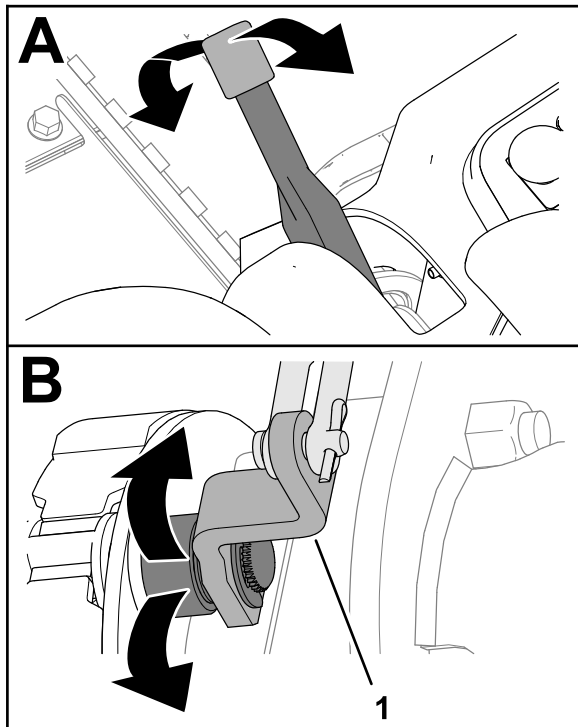

Рисунок 70
2. Переведите рычаг стояночного тормоза вверх и вниз, чтобы убедиться в том, что рычаг кулачка тормоза перемещается свободно (Рисунок 70).